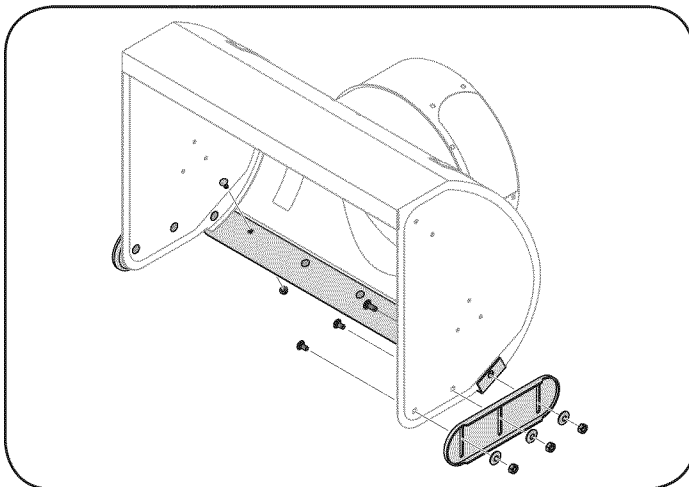

Figura 21
- Mida la separación de bujía con un calibrador. Corrija de ser necesario torciendo el electrodo lateral. Vea la Figura 21. La separación debe establecerse entre 0,02 y 0,03 pulgadas (0,60-0,80 mm).